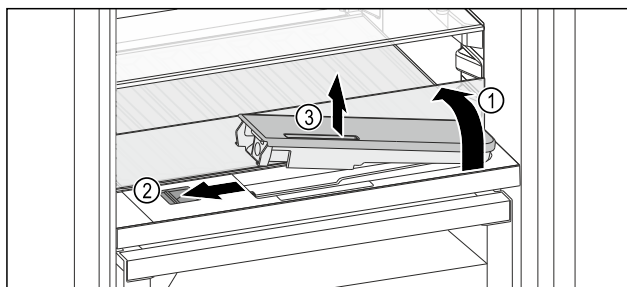

Fig. 230
- Soulever la tablette et la rabattre vers l'arrière jusqu'à la butée Fig. 230 (1).
- Pousser le curseur Fig. 230 (2) vers la gauche.
- Sortir le filtre à eau Fig. 230 (3).